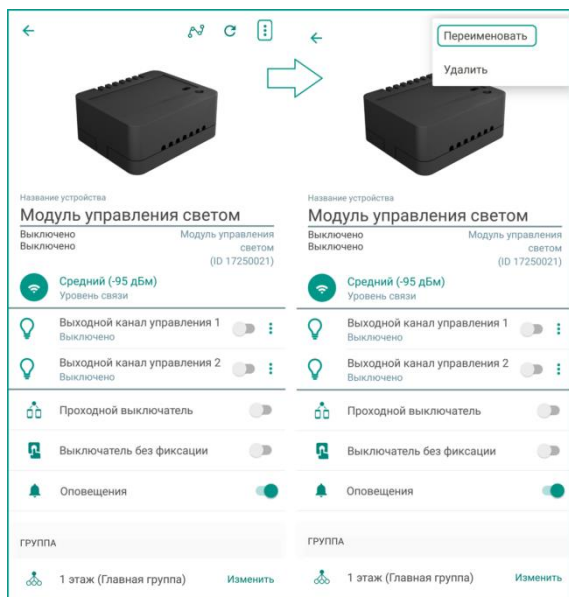

Рисунок 12.2 – Вызов меню на экране настройки модуля
- 3) В меню выберите пункт *Переименовать* (см. рисунок 12.2).